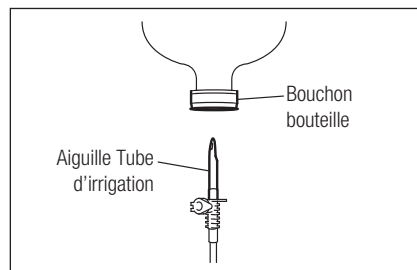

Fig. 13
- 2) Insérez l'aiguille du tube d'irrigation dans le bouchon de la bouteille. (Fig.13)